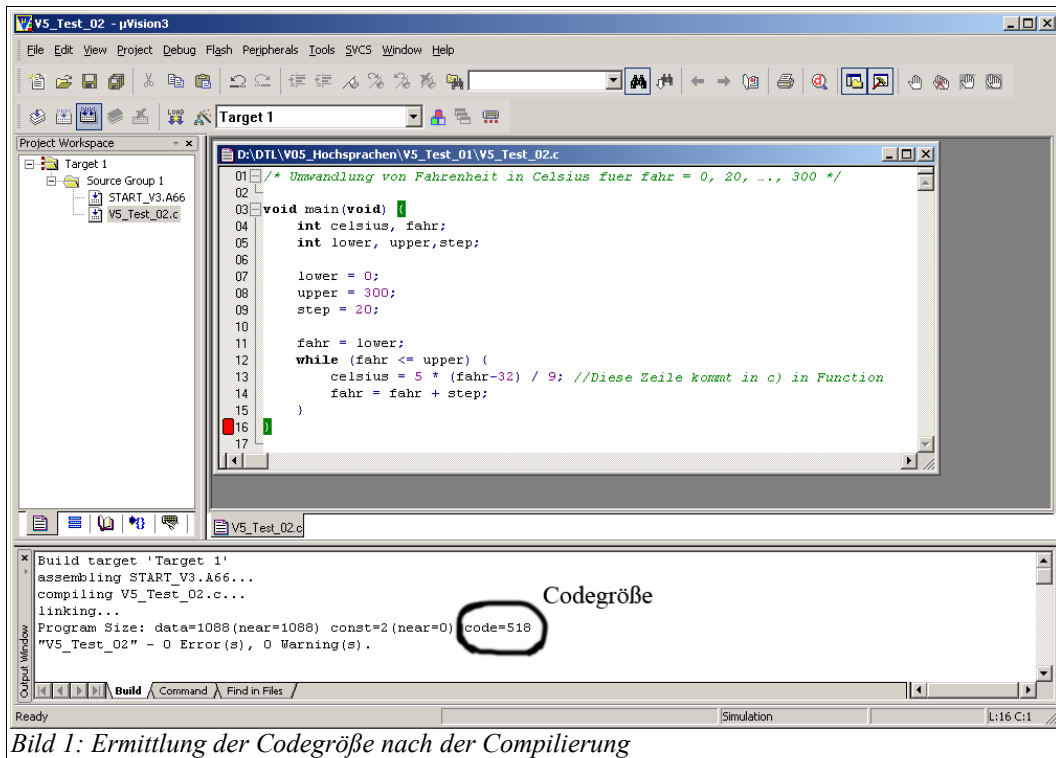

Bild 1: Ermittlung der Codegröße nach der Compilierung
- **Codegröße** die nach der Übersetzung unten im Log-Fenster angezeigt wird (siehe Bild 1 auf Seite 4)